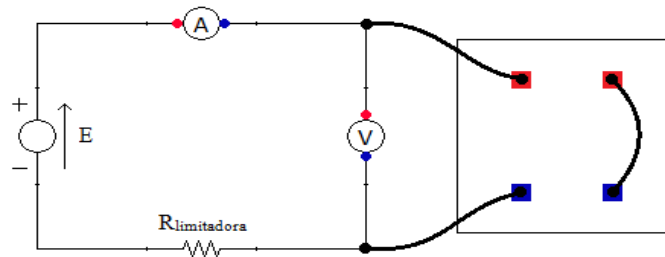

Figura 1. Circuito utilizado para determinar la resistencia interna de los conductores.
- b) Obtenga de tablas sus características de diferencia de potencial (ΔV), intensidad de corriente (I) admisible por su capacidad térmica y temperatura (T) máxima de funcionamiento. Consigne estos valores en su informe.
- d) Arme el circuito de la (Figura 1).